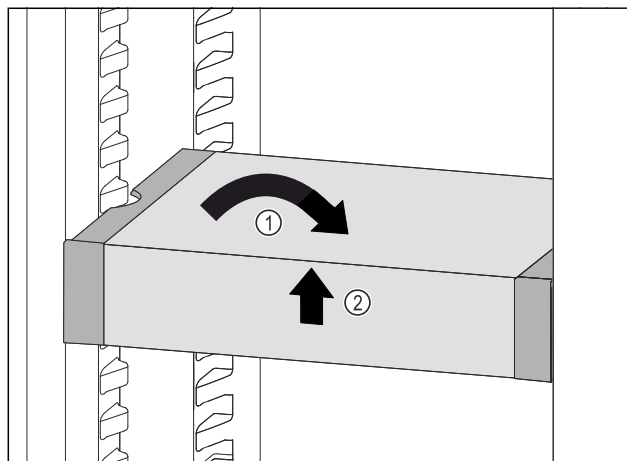

Fig. 128
- VarioSafe postavte rovně. Fig. 128 (1)
- VarioSafe vpředu zvedněte. Fig. 128 (2)